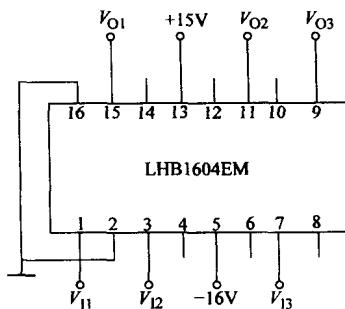

图 1-12 LHB1604EM 的典型应用电路
9. 典型应用电路 该电路为三个单独 50 倍的反相放大电路，其输出与输入电压关系如下： $V_{O1} = -50V_{11}$ ， $V_{O2} = -50V_{12}$ ， $V_{O3} = -50V_{13}$ 。如图 1-12 所示。